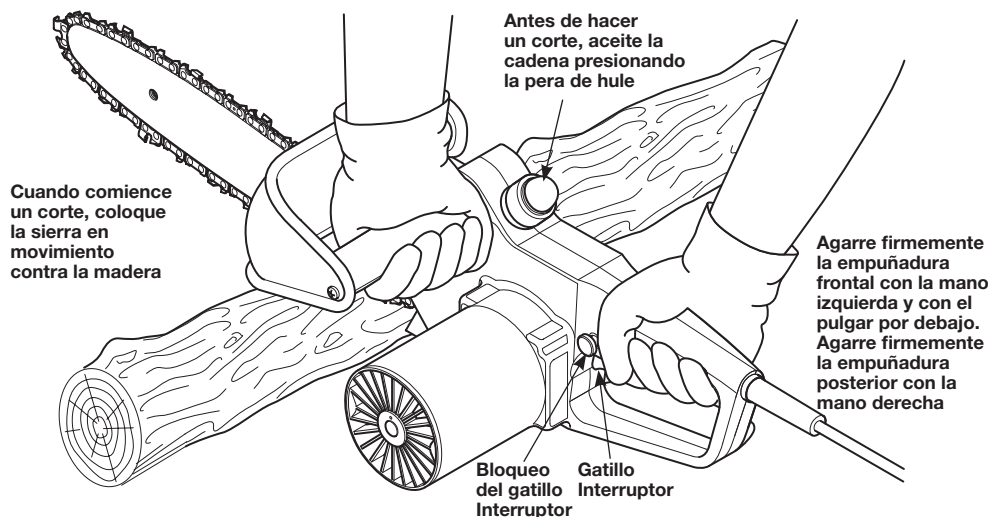

Fig.8 Procedimiento seguro para cortar un tronco con la sierra de cadena
- Agarre firmemente ambas empuñaduras de la sierra de cadena con los pulgares y dedos. Agarre firmemente la empuñadura frontal con la mano izquierda con el pulgar por debajo. Agarre firmemente con la mano derecha la empuñadura posterior (Fig. 8).
- Cuando esté listo para hacer un corte, presione el interruptor de bloqueo del gatillo con el pulgar derecho, a la vez que oprima el gatillo con los dedos de la mano derecha (Fig. 8). Ello encenderá inmediatamente la sierra de cadena. Soltar el gatillo, la apagará.
- Cuando comience un corte, coloque la sierra de cadena contra la madera (Fig. 8). Cuando corte el tronco, mantenga la sierra de cadena firme en su lugar. Esto evitará que el tronco rebote o patine hacia los costados.